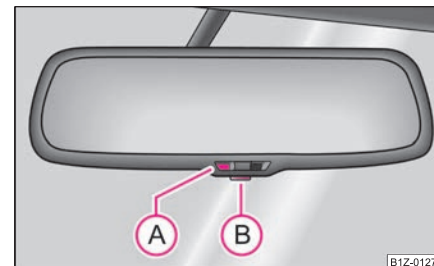

Abb. 51 Automatisch abblendbarer Innenspiegel
- Drücken Sie die Taste (B) – die Kontrollleuchte (A) leuchtet ⇒ Abb. 51.